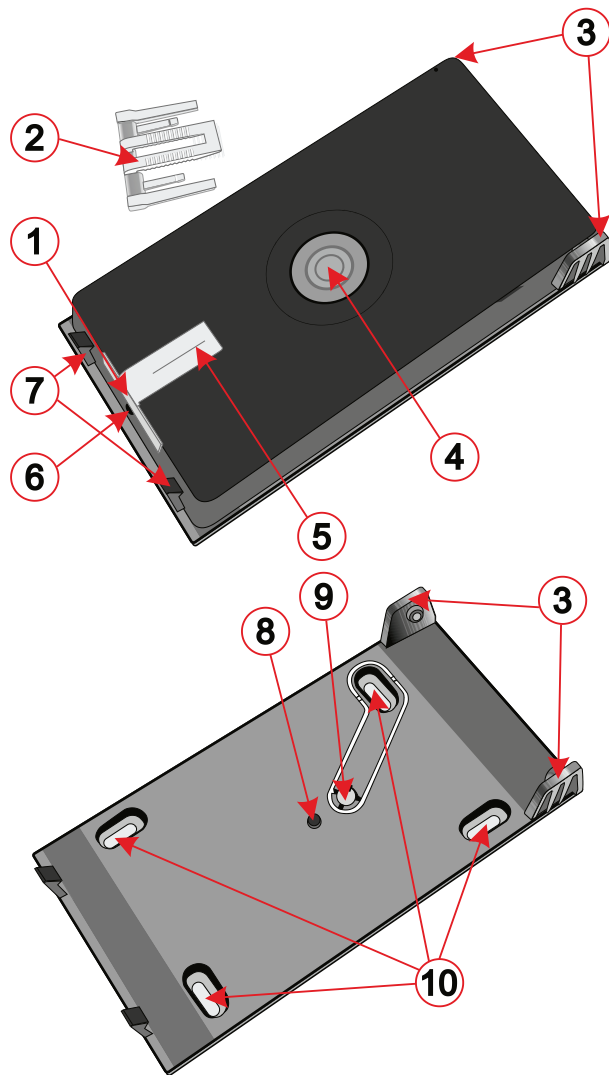
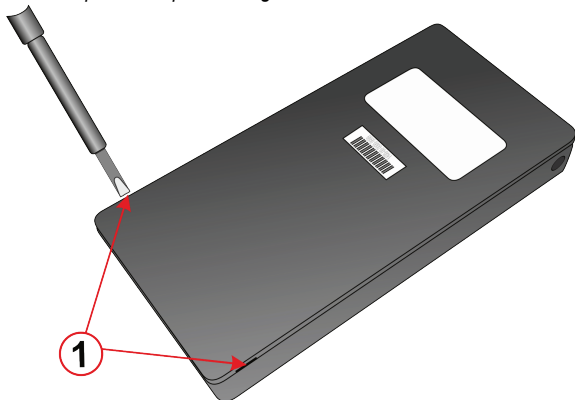

Fig. 1: Botão de pânico e plataforma de montagem - descrição das peças individuais
Fig. 3: método de abertura do botão de pânico e de remoção da guia luminosa para a substituir por um suporte para notas
Com a utilização desta função, é necessário substituir a guia de luz predefinida, como mostra a Fig. 3, por uma guia de luz equipada com um clipe (2) na Fig. 1, que está incluída na embalagem. A detecção de remoção de notas pode ser utilizada para proteger contratos ou quaisquer outros documentos de valor, num cofre ou numa caixa de segurança.
Recomendamos a instalação do botão de alarme de pânico na plataforma de montagem (Fig. 1). A plataforma de montagem permite a instalação em vários tipos de superfícies e permite a detecção de adulteração se o dispositivo for removido da plataforma de montagem.
1. Retire o botão de pânico da sua plataforma de montagem, aplicando uma pequena força nos lados das dobradiças, (3) ver Fig. 1, para as separar umas das outras. Esta ação é melhor executada com a utilização de uma ferramenta plana.
2. Fixar a plataforma de montagem no local pretendido com a utilização de quatro parafusos. (10).
3. Retirar a placa traseira do aparelho, esta ação pode ser executada levantando-a com a ajuda de uma chave de fendas de cabeça plana, como mostra a Fig. 3.
O painel de controlo detecta e comunica automaticamente o estado da pilha fraca. É necessário introduzir o sistema no modo de serviço antes de se efetuar a substituição da pilha (o botão está equipado com um sensor de violação). O dispositivo pode ser aberto conforme ilustrado na Fig. 3.